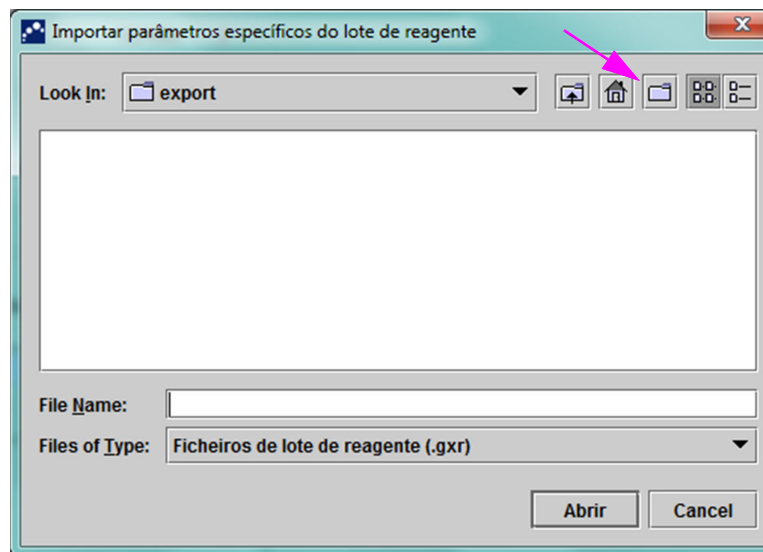

Figura 2-96. Caixa de diálogo Importar parâmetros específicos do lote de reagente
4. Utilizando a área de visualização de ficheiros Procurar em:, (consulte a figura 2-96) localize e seleccione o ficheiro .gxr/.nxr obtido anteriormente junto da assistência técnica e, em seguida, clique em **Abrir**. O número do novo lote é apresentado na caixa de diálogo Parâmetros específicos do lote de reagente. Clique em **Fechar**, na caixa de diálogo Parâmetros específicos do lote de reagente, para voltar à janela Definir ensaios.